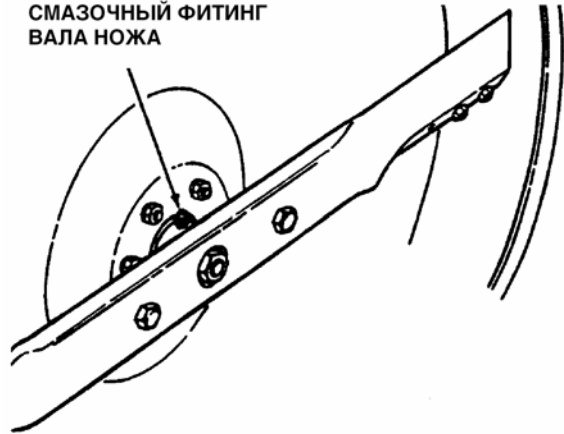

Рис. 3.6
4. Смажьте вал, трижды нагнетая смазку из шприца. См. рис. 3.6.